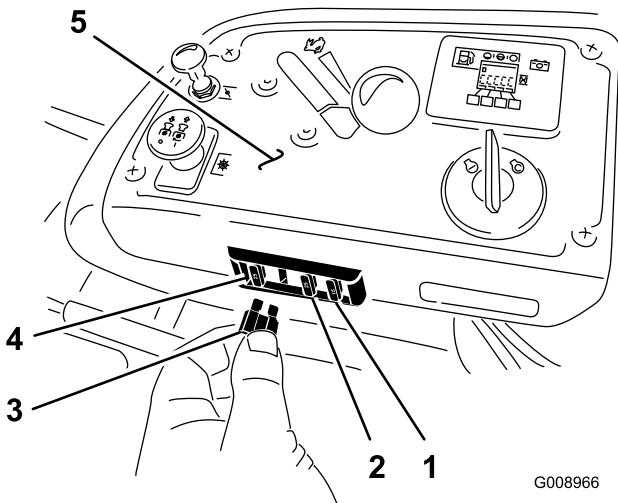

Figure 55
1. Les fusibles sont situés sur la console droite, près du siège (Figure 55).
3. Remplacez le fusible (Figure 55).